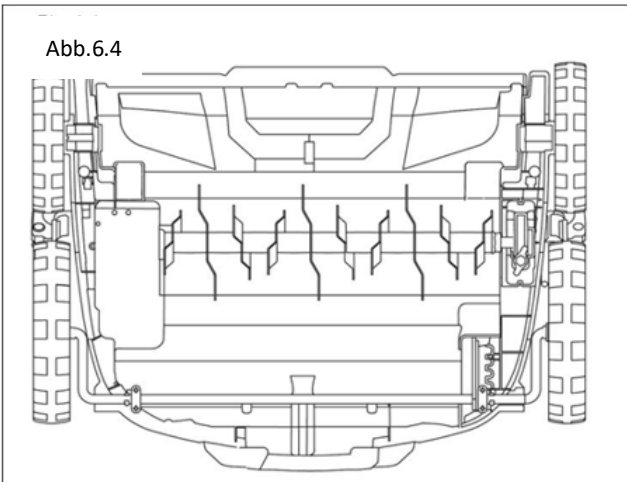

Abb.6.5
#### 63. Utilizzo del rullo aeratore (Fig. 6.5)
- Installare il sistema delle pale della ventola invertendo la procedura di rimozione del sistema delle pale scarificatrici (Fig. 6.5).